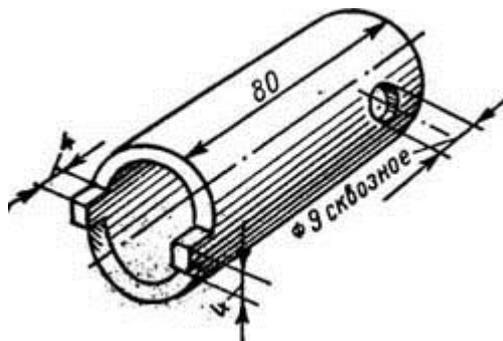

Рис. 85. Ключ для гайки чашки подшипника рулевой колонки фары, руль и вывернуть верхние резьбовые пробки из перьев вилки
2. Специальным ключом (рис. 85), имеющим диам. внутр. 26 мм, диам. наружн. 32 мм, отвинтить гайку чашки подшипника и опустить ось рулевой колонки вместе с нижним мостиком вниз.